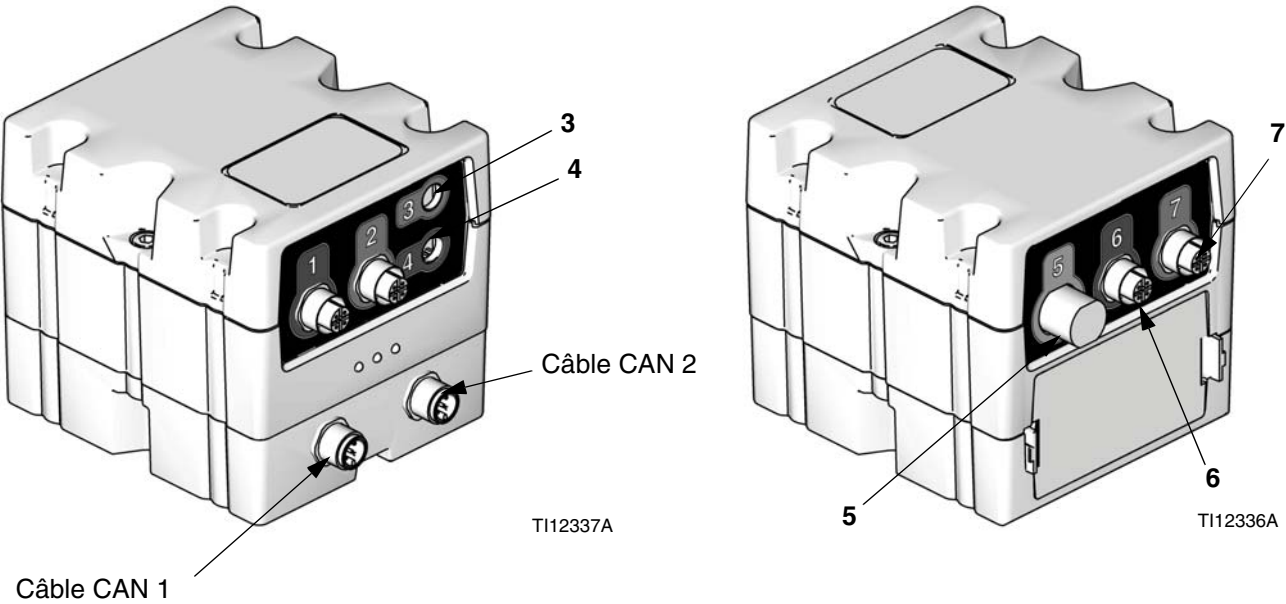

FIG. 7 : Connexions du capteur du FCM
- Module de contrôle des fluides (K). Consultez la FIG. 7, page 12.
3. Remplacez le câble existant entre le capteur de vide (EE) et le connecteur du FCM (consultez la FIG. 7, page 12) illustrant le câble de répartiteur de capteur vide/bas niveau.